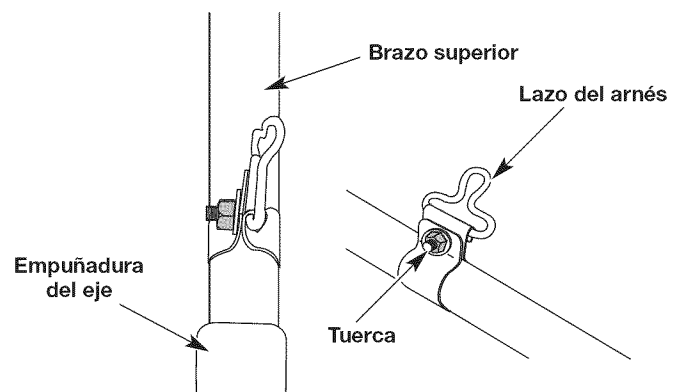

Fig. 4
3. Acomode la presilla de forma tal que quede cerca de la empuñadura del eje y lejos de la manija en J (Fig. 4).